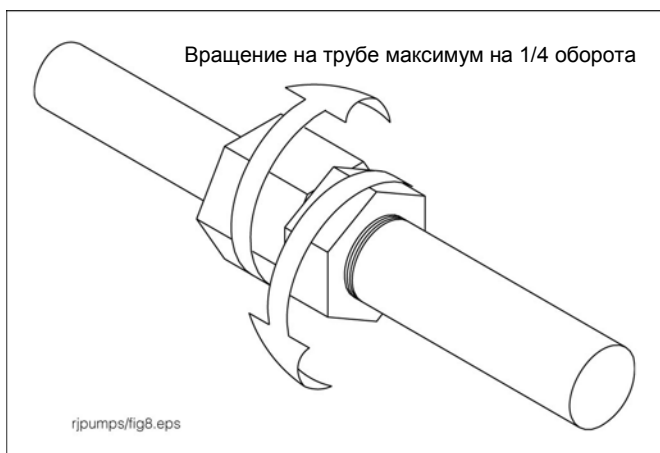

Рисунок 9. Ослабление зажимной гайки
4. Ослабьте зажим на штанге, вывернув для этого стопорный винт на боку зажимной гайки, и отверните зажимную гайку (см. рисунок 9).